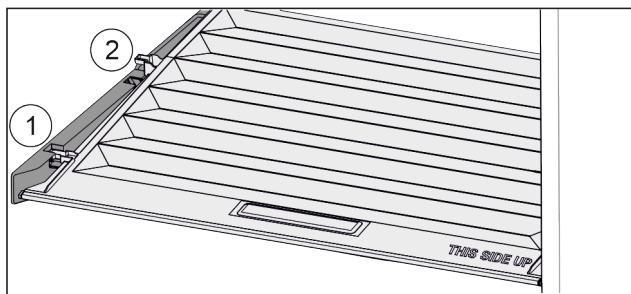

Fig. 128
- ▶ Trageți capacul în față Fig. 128 (1) până la orificiul din piesele suportului.
- ▶ Ridicați în spate de jos și scoateți Fig. 128 (2) în sus.